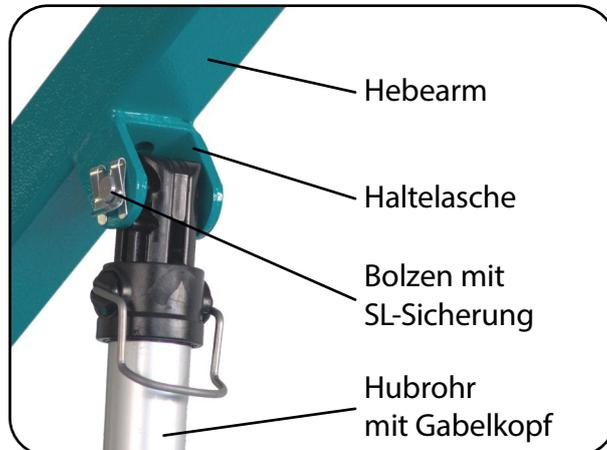

Abb. 6.2.05 – Montage des Hubantriebes
7. Entfernen Sie den Bolzen mit SL-Sicherung aus der Haltelasche am Hebearm (Abb. 6.2.05).
8. Heben Sie den Hebearm an und bringen Sie die Bohrung des Hubrohres (Gabelkopf) mit der Bohrung der Haltelasche deckungsgleich übereinander. Befestigen Sie den Hubantrieb an der Haltelasche des Hebearms durch Einstecken des Bolzens ((Abb. 6.2.05).
9. Sichern Sie den Bolzen mit der SL-Sicherung ((Abb. 6.2.05). Schieben Sie hierzu die SL-Sicherung in die Nut am Ende des Bolzens. Dabei gleitet das gebogene Ende der Lasche über die Fase des Bolzens.